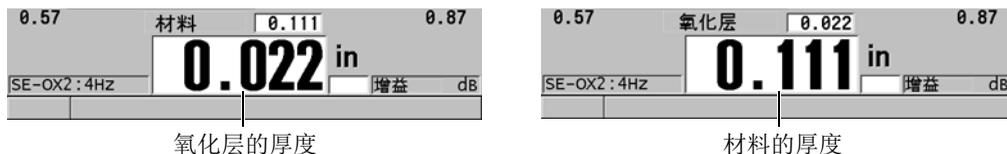

图 7-3 选择以较大字体显示的测量值
- c) 在**大字体**栏中，选择在测量屏幕中以大字体显示的测量值（参见第 98 页的图 7-3）。